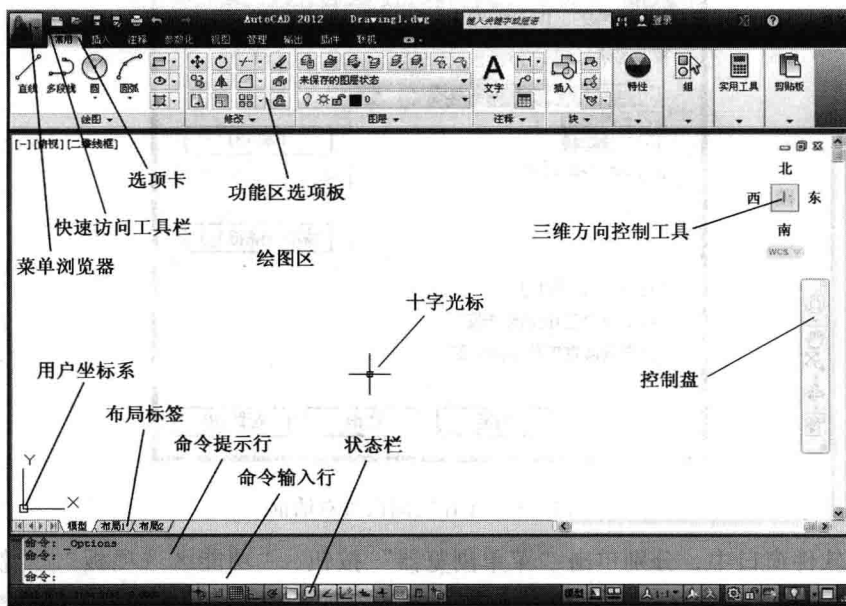

图 1-1 AutoCAD 2012 用户界面
(1) 双击 AutoCAD 2012 快捷图标,进入 AutoCAD 2012 用户界面,如图 1-1 所示。